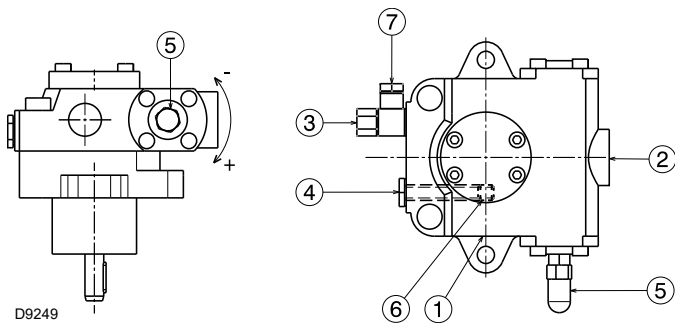

Fig. 23
Elles sont installées sur le brûleur avec le bypass fermé par la vis 6 (Fig. 23 à la page 27).
- Pour que la pompe (Fig. 23) puisse s'auto-amorcer, il est indispensable de desserrer la vis 4) afin de purger l'air contenu dans le tuyau d'aspiration.
Légende (Fig. 23)
L'opération ci-dessus est possible parce que la pompe quitte l'usine pleine de combustible. Si la pompe a été vidée, la remplir de combustible par le bouchon du vacuomètre 4) (Fig. 23 à la page 27) avant de la mettre en marche pour éviter des grippages.